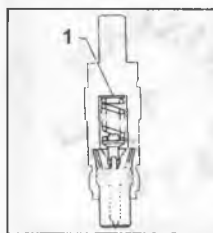

Рис. 157
манометру тестера в момент начала снижения. Для двигателя RD28 давление начала впрыскивания новой форсунки составляет 135-145 кг/см². Давление работавшей форсунки как правило ниже указанного примерно на 10 кг/см² (не более). Начальное давление впрыскивания регулируется установкой прокладки (1) под пружину (Рис.157). Увеличение толщины прокладки повышает давление начала впрыскивания, уменьшение - снижает. Изменение толщины прокладки на 0,04 мм изменяет давление начала впрыска на 4,8 кг/см² (форсунки для двигателя RD28). Проверьте качество распыления: факел